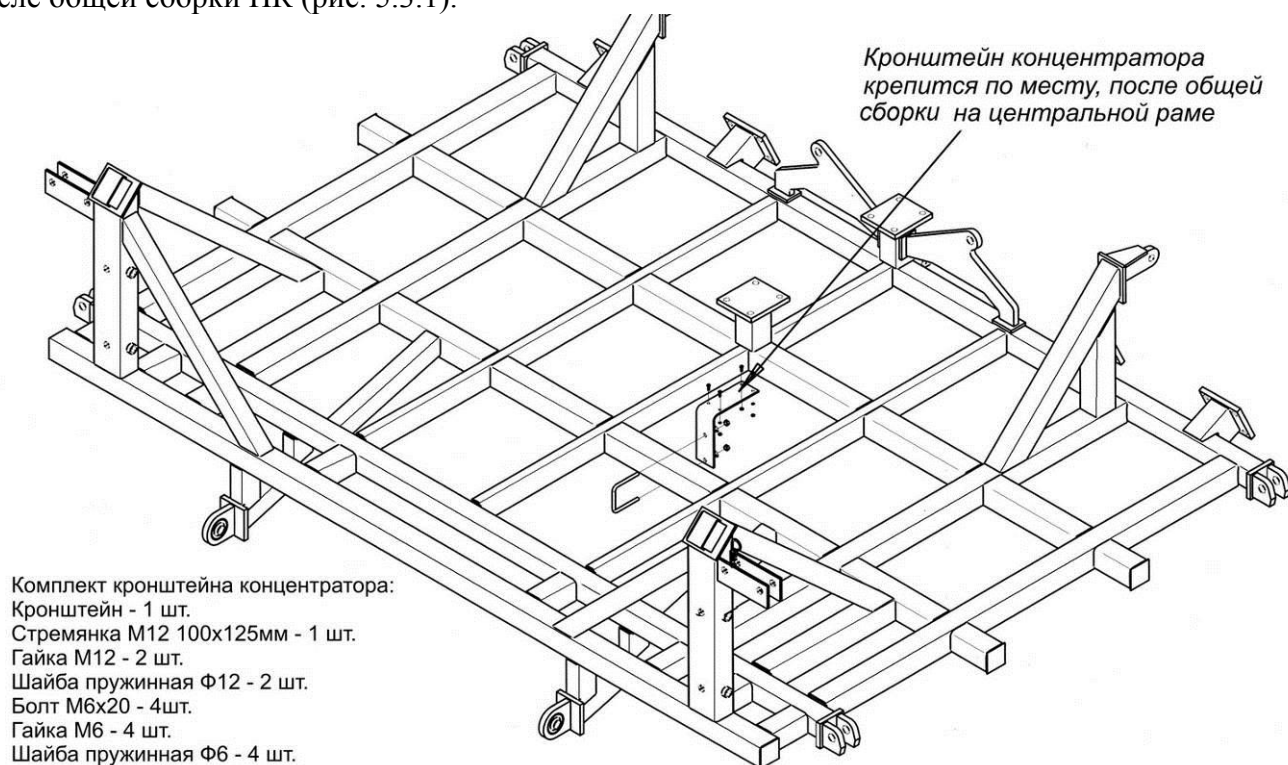

Рис.5.3.1. Крепление кронштейна концентратора.
5.3.2. Кронштейн концентратора устанавливается по месту примерно в центре главной рамы после общей сборки ПК (рис. 5.3.1).